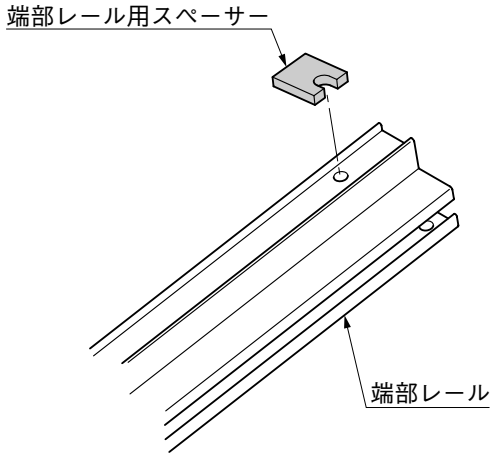

図3-5
- ① 端部レール用スペーサーのリケイ紙をはがして図3-5のように、端部レールの取付穴に合せて貼りつけてください。
- ② 端部レールの前枠側にレールキャップ前用を②-②で取付けてください。